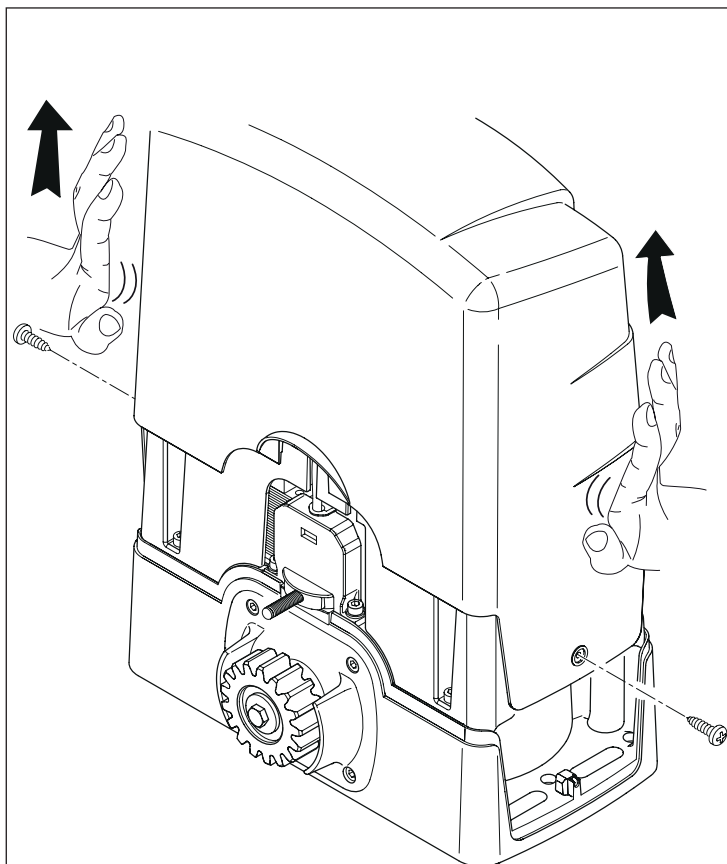

Fig. 1
- Desenrosque os parafusos da tampa e retire-a puxando para cima, conforme indicado na fig. 1. Controle que os seis pés de nivelamento não saiam da base do moto-reductor.
- Per un corretto allineamento e passo tra due pezzi di cremagliera, si consiglia di utilizzare un elemento di raccordo in fase di fissaggio come indicato in fig. 1.